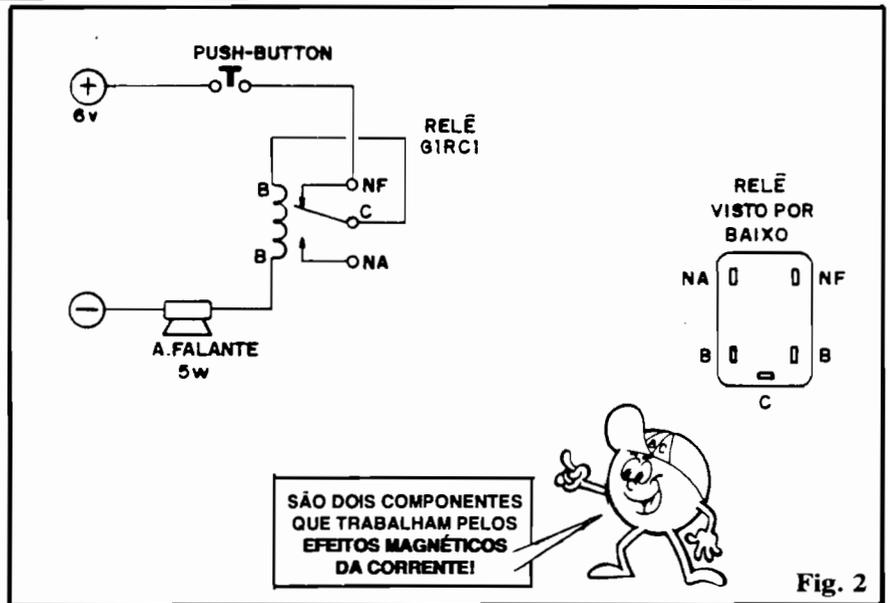

Fig. 2
- 2 - Um "buzzer", ou seja: um "apitador", formado unicamente por um alto-falante e um relê comum, é a idéia mandada pelo Heitor Silva Filho, de Belo Horizonte - MG. O diagrama (fig. 2) mostra com clareza a extrema simplicidade da "coisa", com o alto-falante (deve ser, segundo o Heitor, um para 5W, mínimos, impedância de 8 ohms ou mais...) de qualquer tamanho (os grandes dão um melhor rendimento) em série com a bobina do relê, e tudo isso em série, eletricamente, com a "chave" formada pelos terminais de utilização **Comum (C)** e **Normalmente Fechado (NF)** do dito relê. O autor diz que não fez experiências com outras tensões de alimentação (originalmente usou 6V, compatíveis com a bobina do relê indicado, G1RC1...), mas que provavelmente o sistema também funcionará com "voltagens" dife-